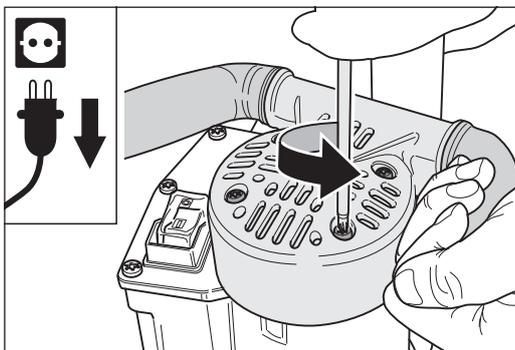
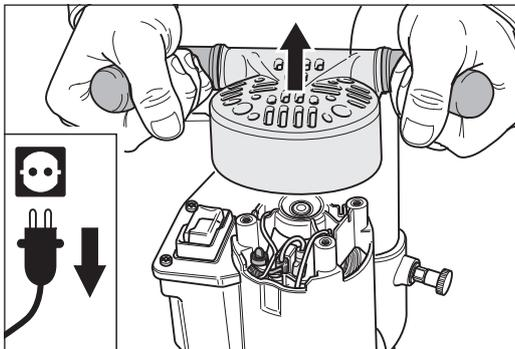

Fig. 40 Desenroscar los cuatro tornillos de sujeción y ...
Fig. 41 ... levantar la empuñadura.
- 3 Destornille los cuatro tornillos de sujeción de la empuñadura y sáquela de la caja del motor. Preste especial atención a que no caiga ninguna pieza de la máquina en el motor (Fig. 40 + Fig. 41).
- 2 Desenrosque los cuatro tornillos de sujeción de la empuñadura y sáquela de la caja del motor. Preste especial atención a que no caiga ninguna pieza de la máquina en el motor (Fig. 40 + Fig. 41).